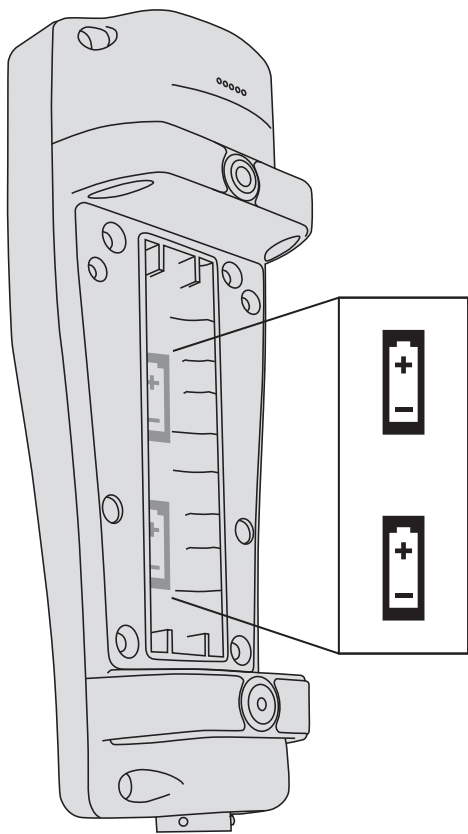

图 1 已拆除电池盖的 ProQuatro。
3. 拆除电池盖并安装新电池，确保电池极性连接正确（图 1）。